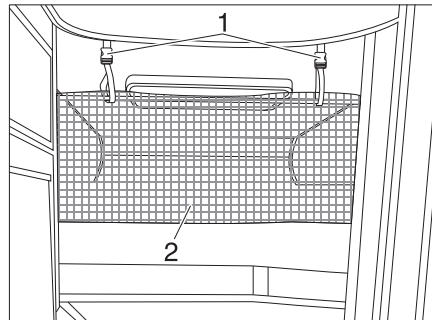

Fig. 160 Red de seguridad
La red de seguridad (Fig. 160,2) viene de serie entre el colchón y el somier. Tender la red de seguridad cuando la persona ya se encuentre en la cama.
*Tender:* ■ Engatillar las cintas de sujeción (Fig. 160,1) en los soportes en el techo.